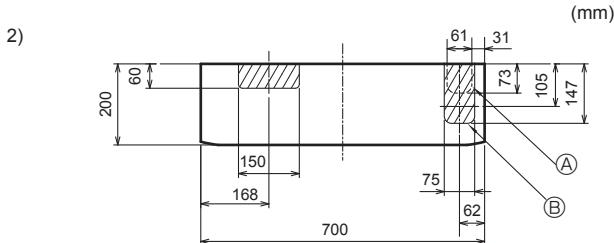

Fig. 3-8
2) Voor pijpen rechts naar beneden of links naar beneden (Fig. 3-8)
(Fig. 3-8)